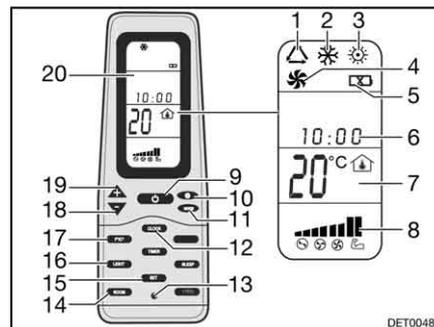

Fig. 145 Mando a distancia
- Pulsar la tecla ON/OFF (Fig. 145,9).
- Pulsar la tecla "Mode" (Fig. 145,11) las veces que sean necesarias hasta que se visualice el modo de funcionamiento deseado (Fig. 145,1, 2, 3 ó 4) en el display (Fig. 145,20).
- Ajustar la temperatura deseada con las teclas "+" (Fig. 145,19) y "-" (Fig. 145,18).
- Seleccionar la etapa deseada del ventilador con la tecla Velocidad del ventilador (Fig. 145,10).
Desconectar: ■ Pulsar la tecla ON/OFF (Fig. 145,9).